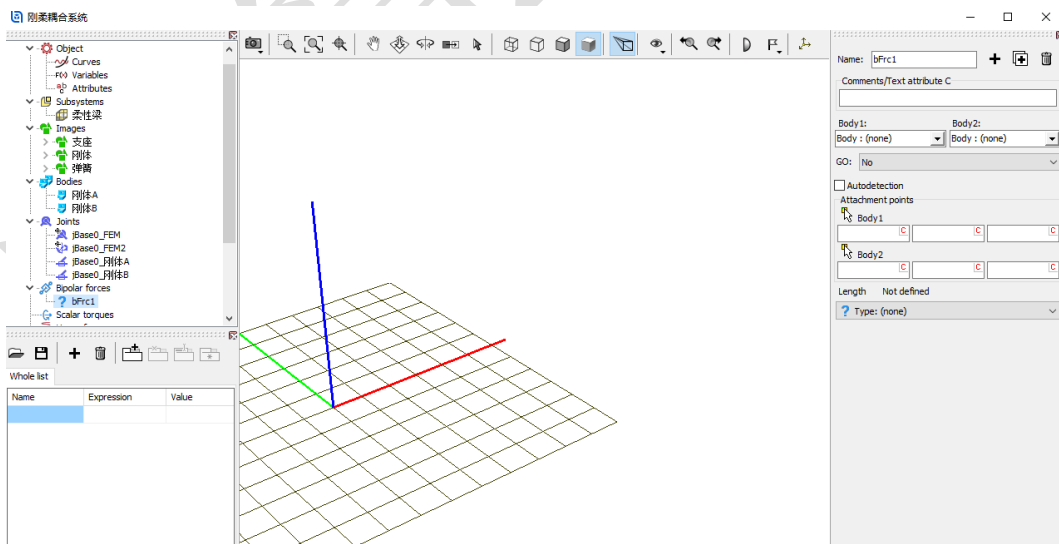

图 2-112
- 11) 先选中左侧模型树 **Bipolar forces**， 然后点击右侧按钮 **+**， 添加一个力元， 这种力元只作用于两个物体的两点连线上， 力的数值是相对速度或位移的函数， 常用于模拟各种线性和非线性阻尼器， 这里我们用它来模拟简单的弹簧阻尼元件， 如图 2-112。